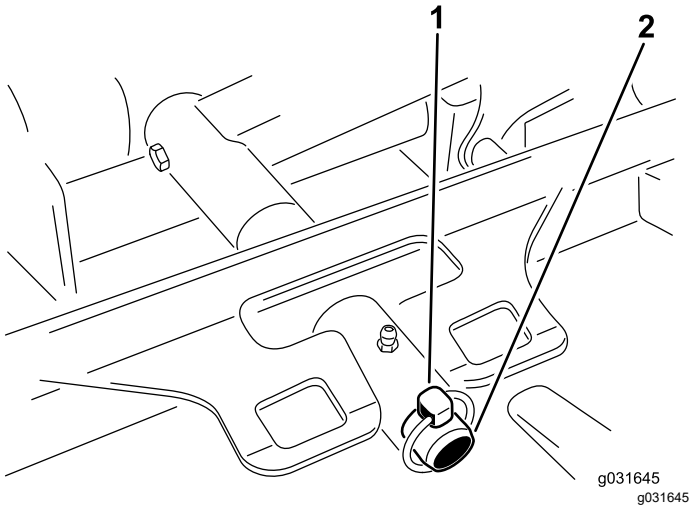

Figure 69
- Retirez la goupille à anneau ou l'écrou de retenue qui fixe le bâti porteur du plateau à l'axe de pivot du bras de levage (Figure 69).
- Poussez le bâti porteur du plateau de coupe sur la tige de pivot et fixez-le avec une goupille à anneau ou l'écrou de retenue (Figure 69).